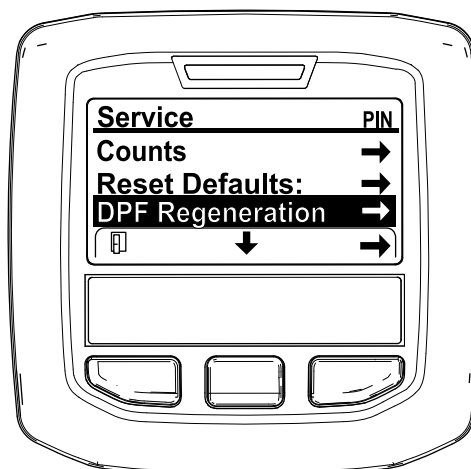

Figura 33
3. No MENU DE MANUTENÇÃO, prima o botão do meio até surgirem as opções de REGENERAÇÃO DO DPF e prima o botão direito para selecionar a opção de REGENERAÇÃO DO DPF (Figura 33).